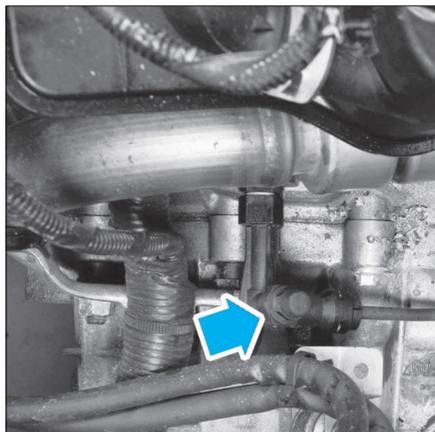

FIG. 5
- Déposer le capuchon de la vis de purge sur le cylindre récepteur (Fig.5).